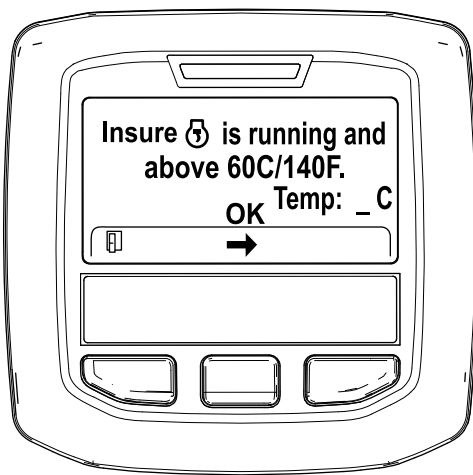

Figura 40
5. Se la temperatura del refrigerante è inferiore a 60°C, viene visualizzato il messaggio "Insure is running and above 60C/140F" (Assicurarsi che sia in funzione e sopra 60 °C). (Figura 40).